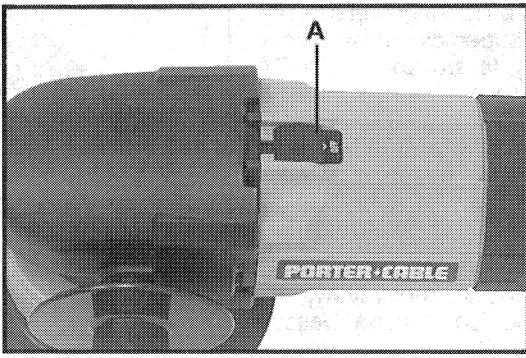

Fig. 1
1. **PRECAUCION:** Asegúrese que el interruptor (A), Fig. 1 esté apagado, "OFF". Asegúrese que la electricidad del circuito sea la misma que la indicada en la placa de especificaciones de la lijadora.
3. Empuje el interruptor, (A), Fig. 1, hacia adelante para poner el motor en marcha. Empújelo hacia atrás para parar el motor.